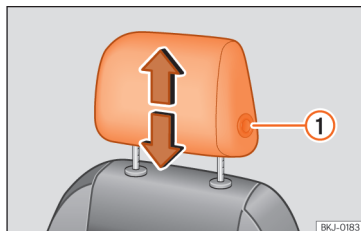
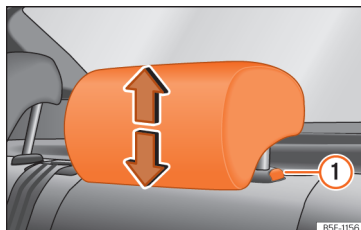

Fig.104 Banco dianteiro: ajuste do encosto de cabeça.
Fig.105 Encosto de cabeça traseiro: ajuste do encosto de cabeça.
deve pressionar o botão » **Fig. 104 ①**; no caso dos traseiros é apenas necessário pressionar o botão » **Fig. 105 ①** para baixá-los » **Δ** em **Introdução ao tema** na página 134.